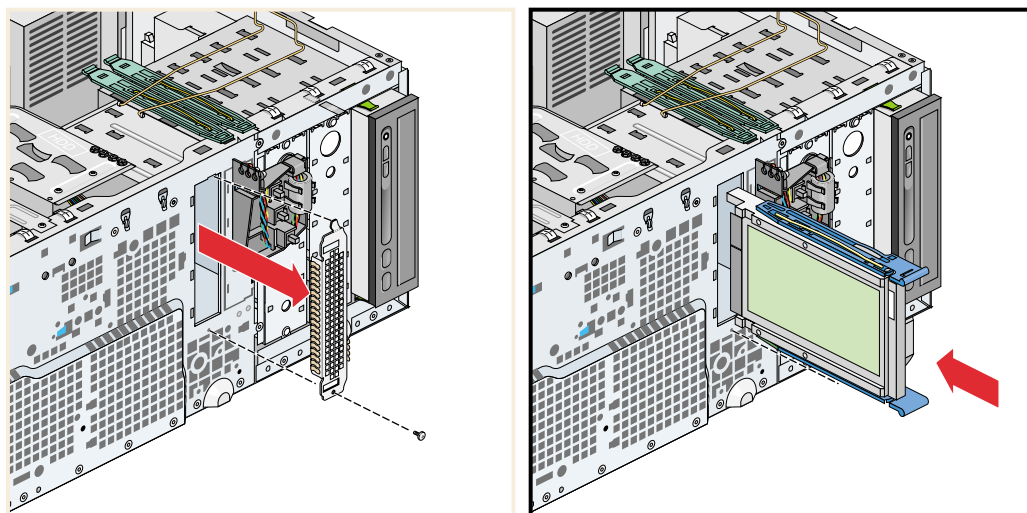

図4-17 ディスク・ドライブの取付け
5. ドライブ・ケージ・カバーを筐体の正面に固定しているねじを取外します。図 4-17 を参照してください。
6. ドライブ・レールをドライブ・ケージの側面のスロットに合わせ、ドライブをドライブ・ケージの中にスライドさせます。続いて、ドライブ・ケージ・カバーを取付けます。図 4-17 を参照してください。